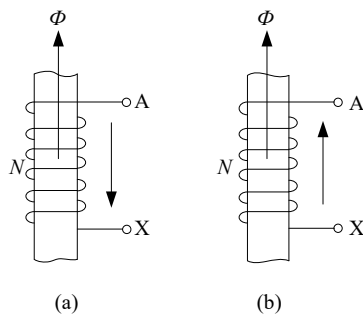

图 1-9 自测题 9 图
9. 螺线管中磁通与电动势的正方向分别如图 1-9 (a), (b) 所示，当磁通变化时，分别写出它们之间的关系式。